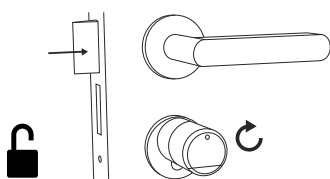
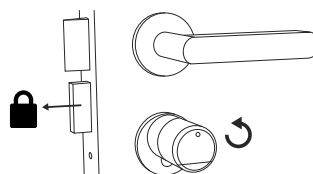

Fig. 2
Fig. 3
- 2 O cilindro está liberado agora e a fechadura pode ser aberta (Fig. 2) ou fechada (Fig. 3).